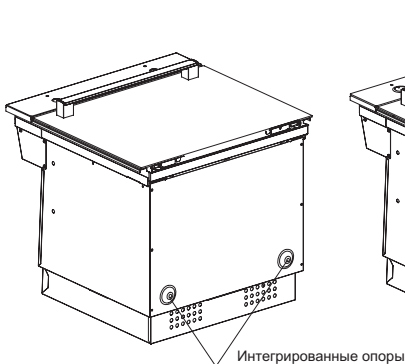
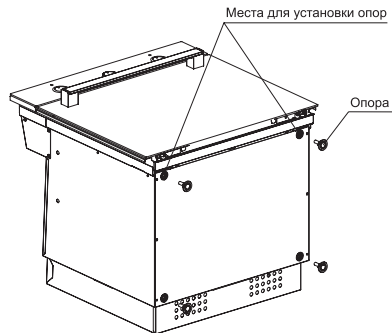

рис. 3
рис. 4
■ Жарочный шкаф может иметь один из двух вариантов конструкции: вариант конструкции с интегрированными опорами (см. рис.3) и вариант конструкции с резьбовыми опорами (см. рис.4)